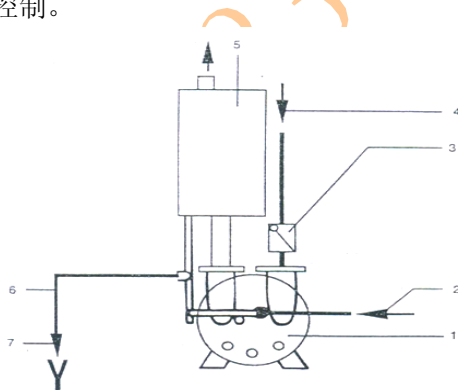

图 5 2BV 水环泵系统示意图
2BV 真空泵及压缩机系统由真空泵（压缩机）、电动机、气水分离器管路组成，如图 5 所示。
水环真空泵启动按以下顺序进行（参见图 5）
- (1) 打开排气管阀门。
- (2) 启动电动机（应注意电机的正反转）
- (3) 迅速打开图 5 供水管 2。逐渐增加供水量，至供水量符合规定要求为止，（应注意不要干运行真空泵）。